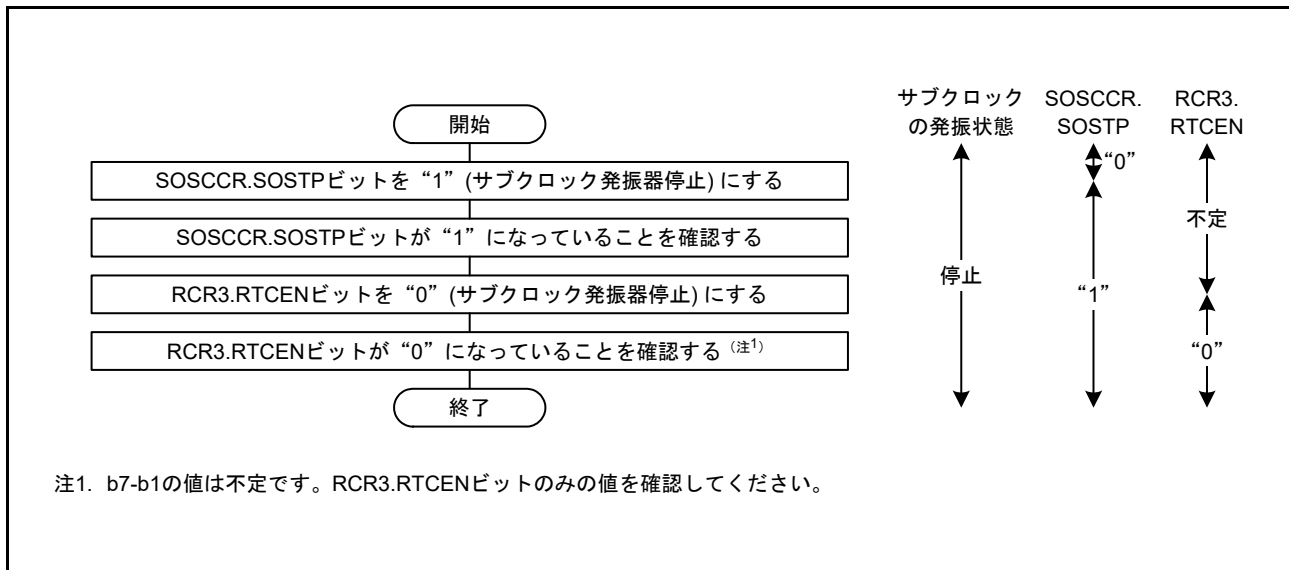

図 9.18 サブクロックを使用しない場合の初期化フローチャート例
- サブクロックを使用しない場合は、図 9.18 のフローチャートの例に従って初期設定してください。